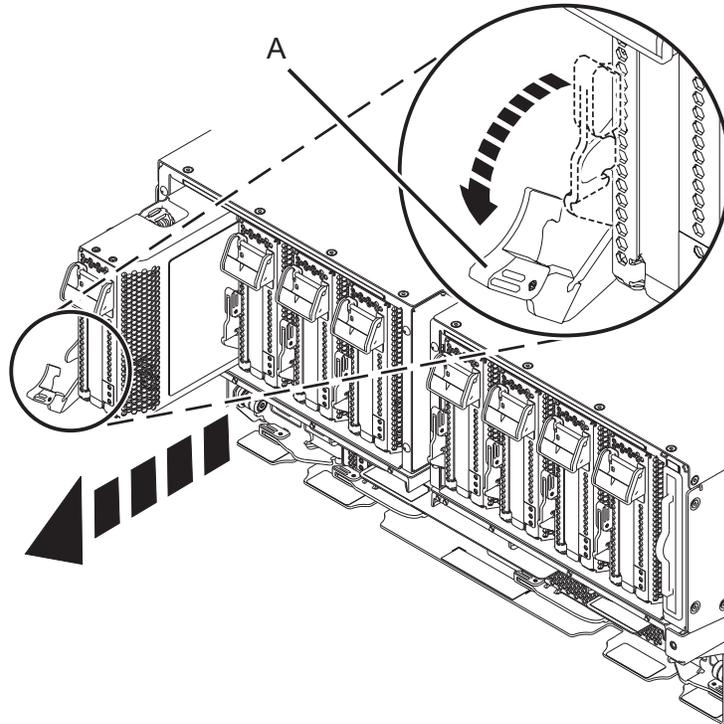

Abbildung 2. PCIe-Adapterkassette aus dem System ausbauen
- b. Drehen Sie den terrakottafarbenen Kassettengriff (**A**) in die in Abb. 2 auf Seite 4 dargestellte Richtung und drücken Sie den Griff (**A**) nach unten, um die Kassette aus den Anschlüssen des Steckplatzes zu lösen.